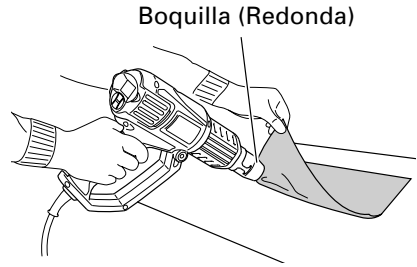

Fig. 7
2. Reblandecimiento del adhesivo (Fig. 7)